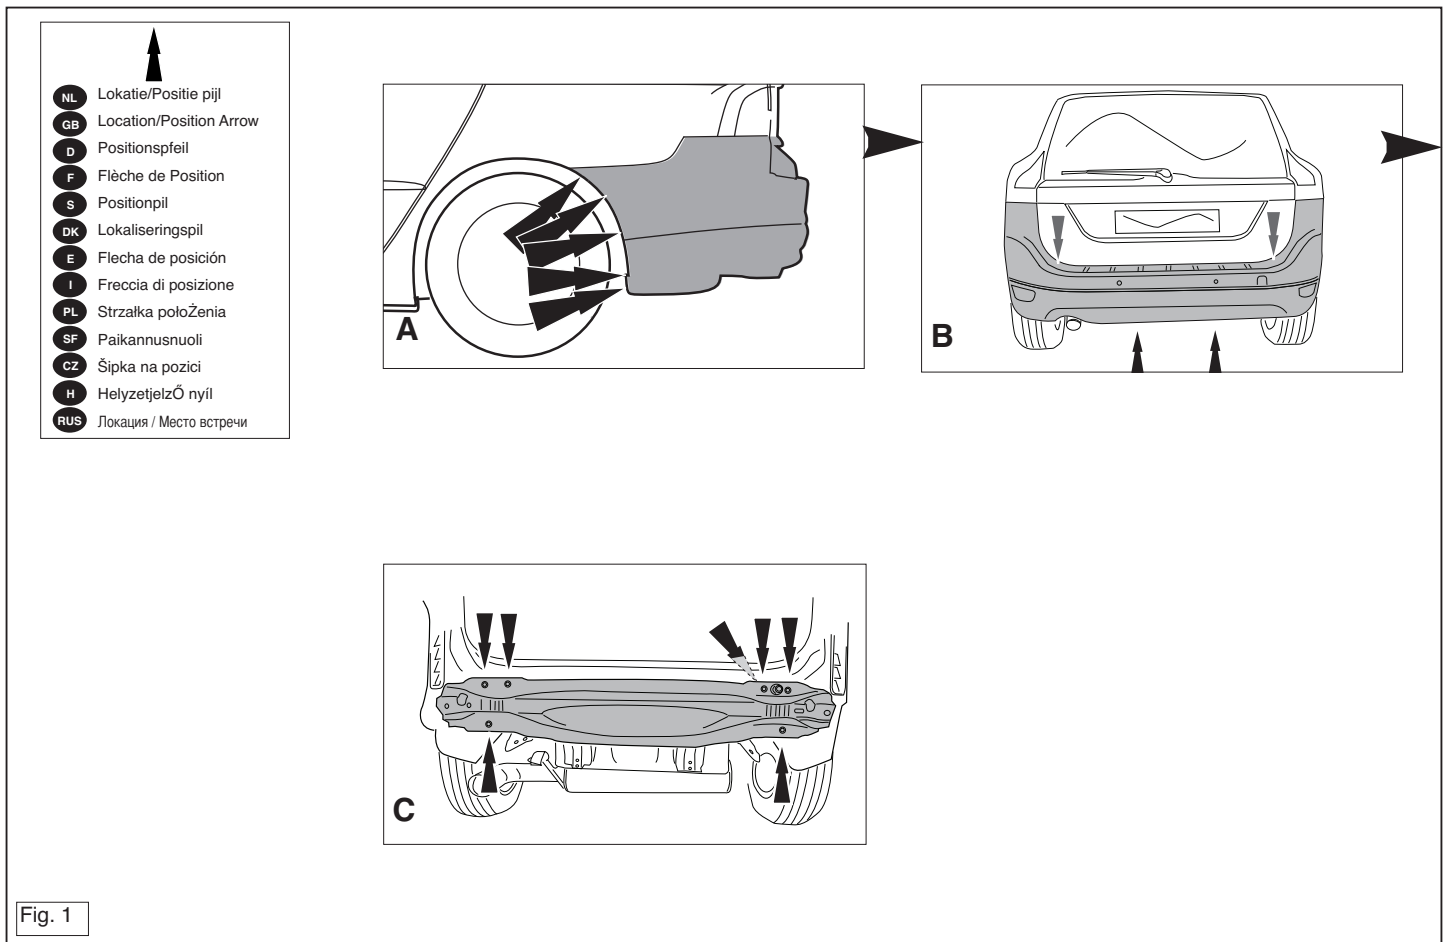

Fig. 1
1. Remove the bumper and the steel buffer beam from the vehicle. See figure 1.
1. Die Stoßstange einschließlich des stählernen Stoßbalkens vom Fahrzeug abmontieren. Siehe Abbildung 1.
1. Déposer le pare-chocs du véhicule y compris la traverse en acier. Voir la figure 1.